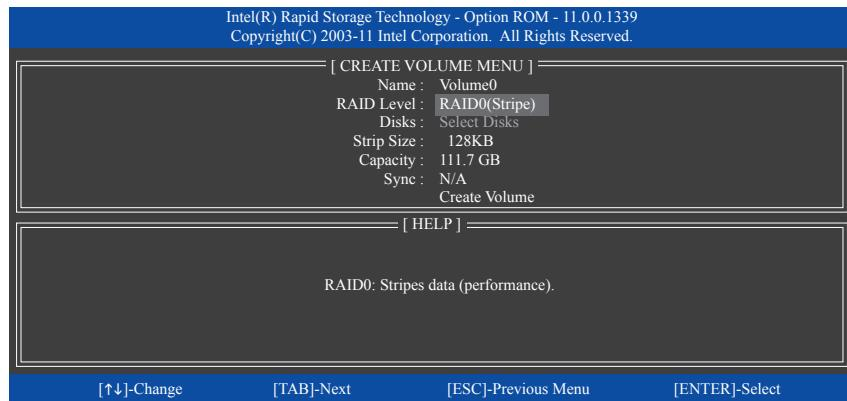

図 4
**CREATE VOLUME MENU** スクリーンに入った後、**Name** アイテムの下で 1~16 文字 (文字に特殊文字を含めることはできません) のボリューム名を入力し、<Enter> を押します。次に、RAID レベルを選択します(図 4)。サポートされる RAID レベルには RAID 0、RAID 1、RAID 10、と RAID 5 が含まれています(使用可能な選択は取り付けられているハードドライブの数によって異なります)。<Enter> を押して続行します。